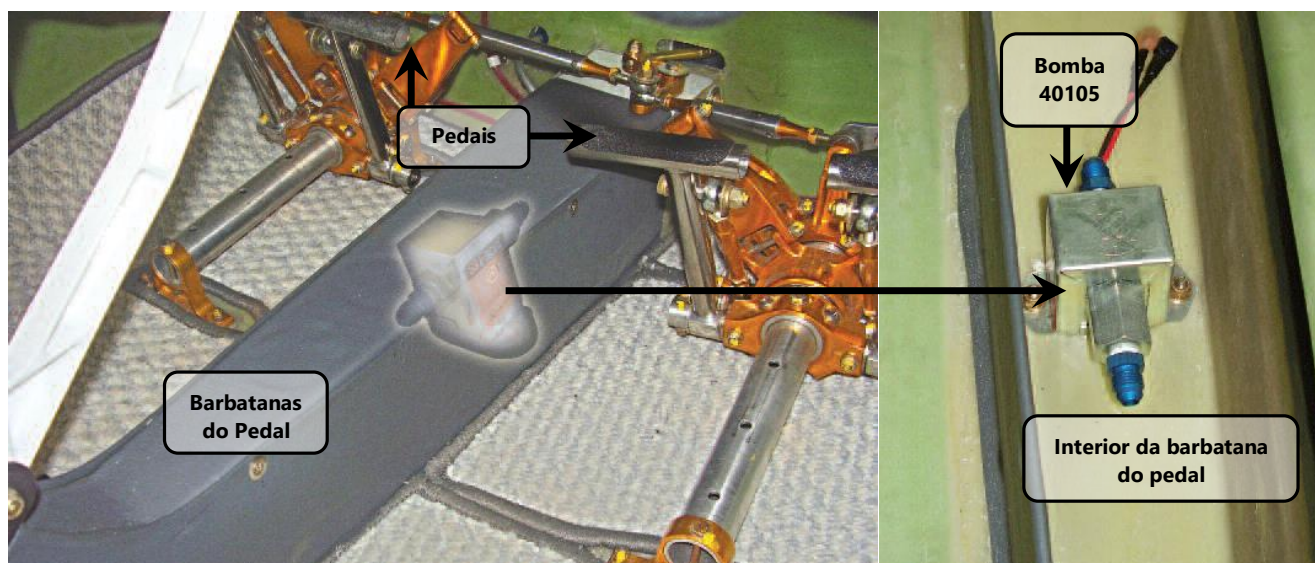

Figura 28.20.19 – Localização da Bomba elétrica de combustível.
A bomba elétrica de combustível 40105 é disposta dentro da barbatana do pedal, situada entre os pedais do Quasar, conforme a figura 28.20.19. A tensão de alimentação é de 12V e possui proteção de um disjuntor (CB) indicado no diagrama elétrico do capítulo 24.60-Diagrama Elétrico.